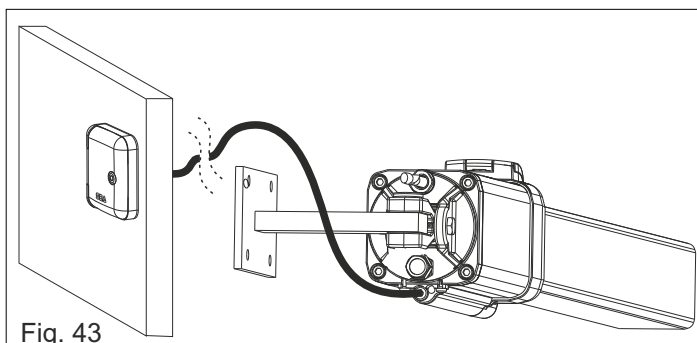
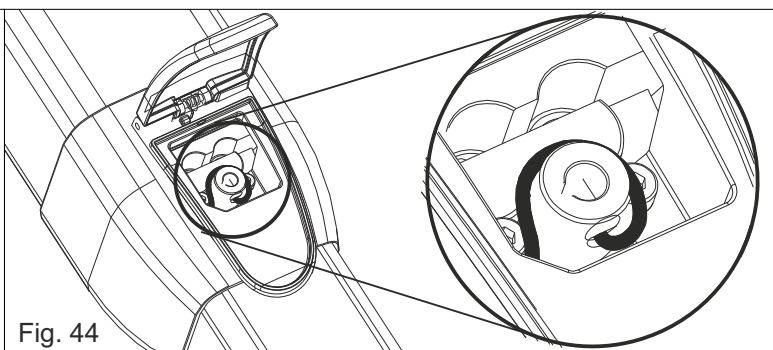

Fig. 43
Fig. 44
**⚠** Para montar el desbloqueo externo, ver la Fig. 43 y la Fig. 44